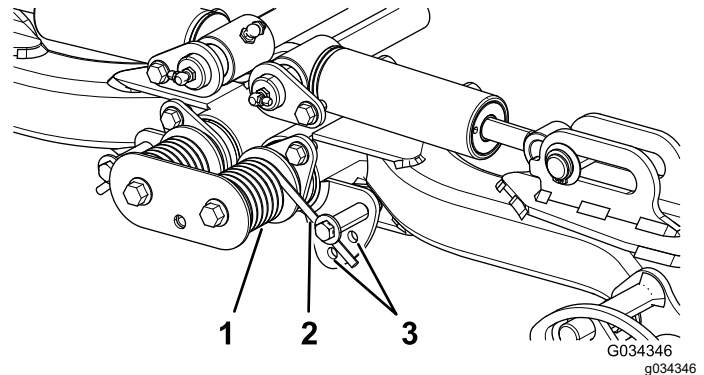

Bild 33
2. Führen Sie ein Rohr oder ein ähnliches Objekt in die lange Feder ein, um die Federspannung während der Einstellung aufzuheben (Bild 33).
3. Wenn Sie die Federspannung aufgehoben haben, nehmen Sie die Schraube und Sicherungsmutter ab, mit denen der Federaktuator an der Halterung befestigt ist (Bild 33).